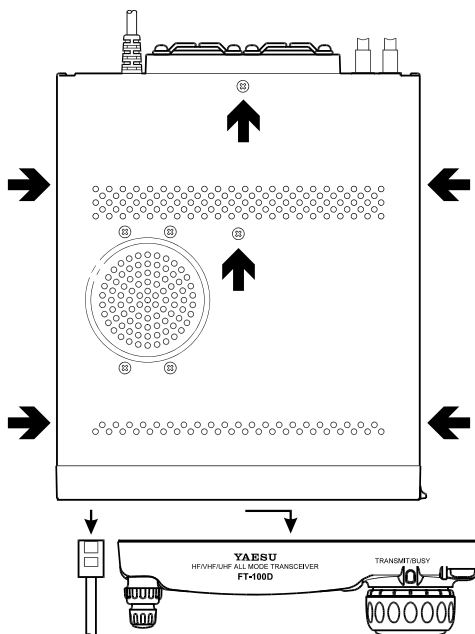

Figura 1
2. Tomando la Figura 1 como referencia, saque los seis tornillos que sujetan la cubierta superior del transceptor y retírela del radio; una vez que remueva dicha tapa, proceda a desconectar el enchufe del parlante.